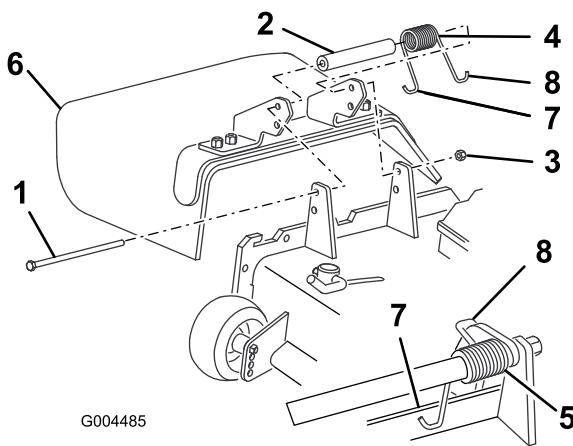

Bild 76
2. Entfernen Sie die Sicherungsmutter, Schraube, Feder und das Distanzstück, mit denen das Ablenkblech an den Drehhalterungen befestigt ist (Bild 76).
3. Legen Sie das Distanzstück und die Feder zwischen die Halterungen des Ersatzablenkbleches (Bild 76).
- Hinweis:** Stellen Sie sicher, dass sich das linke J-Hakenende der Feder hinter der Mähwerkskante befindet, bevor Sie die Schraube einsetzen, wie in Bild 76 abgebildet.
Hinweis: Führen Sie das J-förmige Hakenende der Feder um das Ablenkblech (Bild 76).